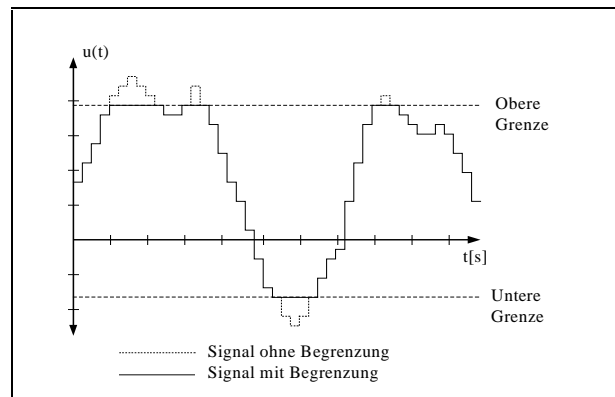

Abb. 2: Begrenzung des Ein- und Ausgangssignals
- Einstellbare Grenzen für das Eingangssignal des Reglers (siehe Abb. 2)
- Einstellbare Grenzen für das Ausgangssignal des Reglers (siehe Abb. 2)